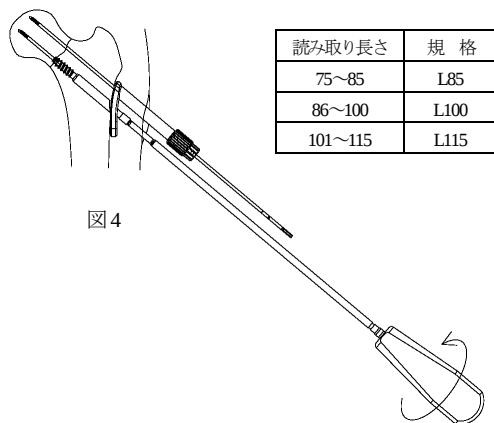

図4
- 4) 手順2) で読み取った長さのインプラントを選択します。3サイズ兼用のため、それぞれの読み取り長さに合ったインプラントを選択します。ネジ式リーマースリーブを近位ロックホールに接続し、プレート設置位置の確認を行いながら、スクレイドライバーにて適位まで挿入します。(図4)